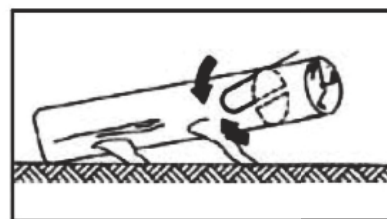

Fig.4B
2. Tronc soutenu sur une extrémité : D'abord, coupez par le bas (coupe vers le haut) 1/3 du diamètre du tronc pour éviter l'éclatement. Ensuite, coupez par le haut (coupe vers le bas) pour rencontrer la première coupe et éviter de pincer (Fig. 4B).